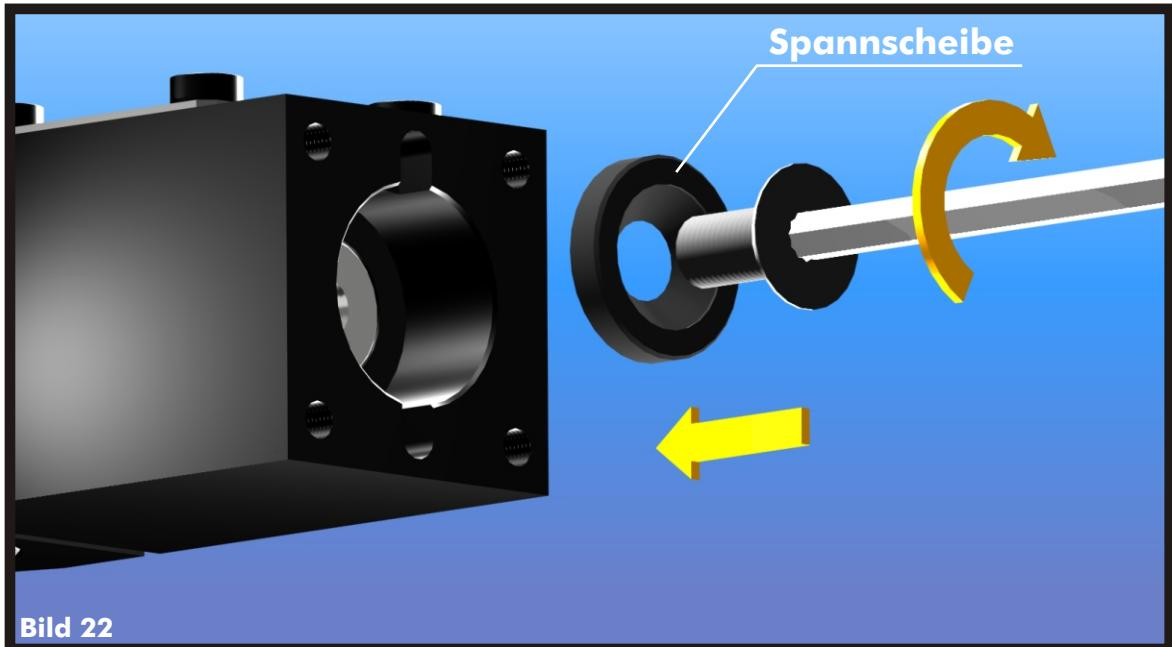

Bild 22
- > **Spannen Sie Tellerfedern indem Sie die Spannscheibe mit der Senkschraube von der Rückseite des Halters her einschrauben. Drehen Sie die Senkschraube fest an (Bild 22).**